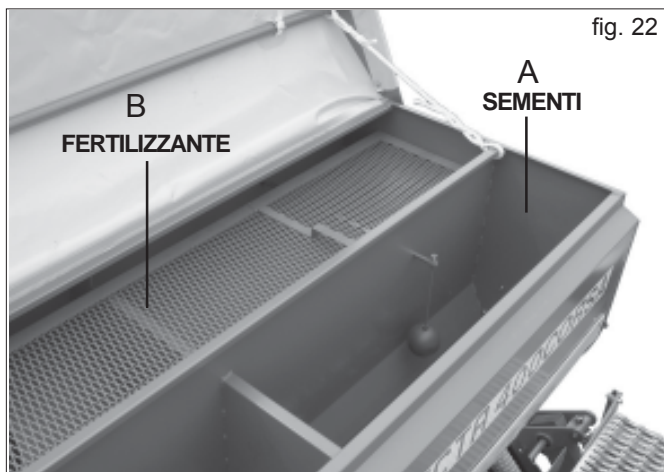

fig. 22
La tramoggia per la distribuzione COMBINATA è divisa in due scomparti (Fig. 22): quello posteriore (A) per le sementi e quello anteriore (B) per il fertilizzante. Quest'ultimo, inoltre, è dotato di una griglia per vagliare eventuali corpi estranei e grumi che potrebbero danneggiare il meccanismo di dosaggio. Ciascun scomparto dispone di comandi separati per la regolazione delle dosi di seme e fertilizzante.